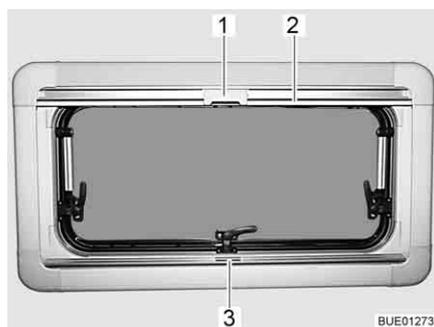

Fig. 88 Ventana abatible
- Sujetar el estor plegable por el centro del agarradero (Fig. 88,3), tirar de abajo a arriba y soltarla a la altura deseada. El estor plegable se queda fijo a esta altura.
- Tirar del agarradero de la mosquitera enrollable (Fig. 88,2) hacia abajo hasta que choque con el agarradero del estor plegable (Fig. 88,3).
- Bloquear el cierre (Fig. 88,1) de la mosquitera enrollable con el agarradero del estor plegable.
- Empujar hacia atrás el cierre (Fig. 88,1) de la mosquitera enrollable por arriba.
- Regresar la mosquitera enrollable lentamente en el agarradero (Fig. 88,2).